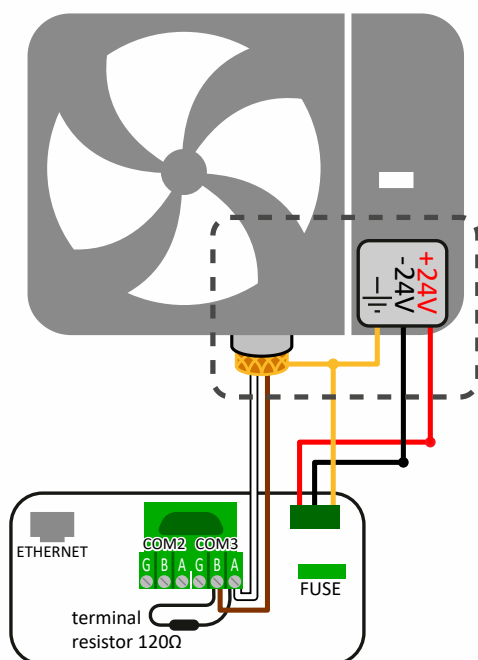

Рисунок 2
- прикрепите заднюю коробку (A) к стандартной коробке или к стене (рис. 2);
- прикрепите переднюю часть (B) к задней части (A) винтами, входящими в комплект;
- установите защелкивающуюся рамку (C).
(Fig. 2)